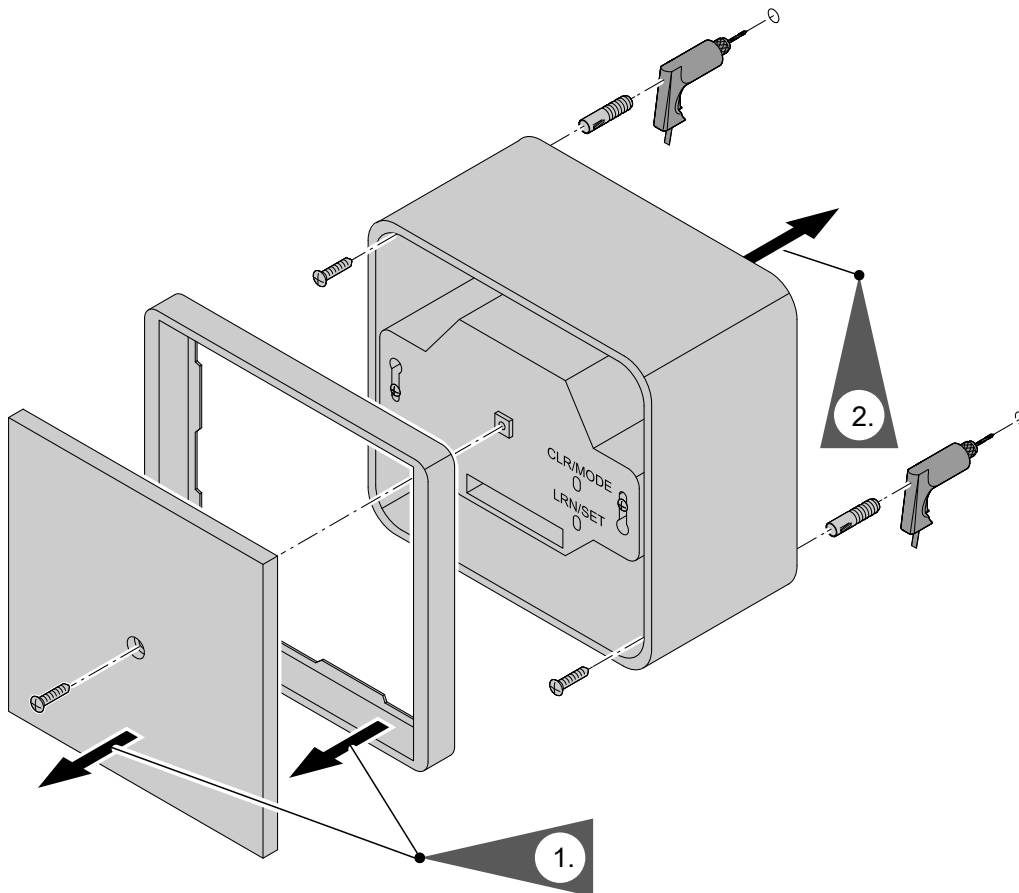

Рис. 9
4. Закрыть приемник радиосигналов, см. обратную последовательность на рис. 9).